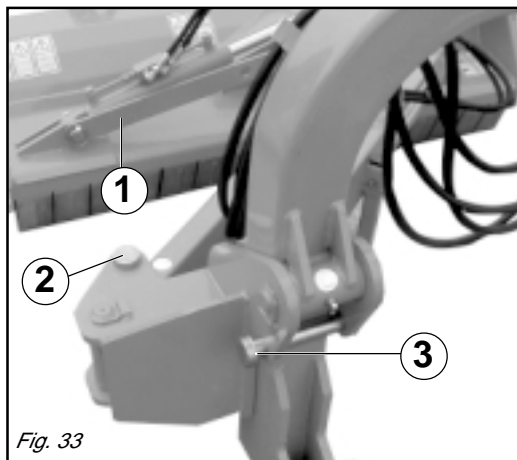

Fig. 33
- 1) Inserire l'asta di fissaggio (1 Fig. 33), i perni (2-3 Fig. 33) bloccare il tutto infilando e azionando in sicurezza i relativi spinotti a scatto.
- 1) *Insert the fixing rod (1 Fig. 33) and pins (2-3 Fig. 33), then lock everything in place by inserting and safely activating the relative snap-pins.*
- 1) Die Befestigungsstange (1 Abb. 33) und die Bolzen (2-3 Abb. 33) einstecken, alles blockieren, indem man sie einsteckt und die dazugehörigen Sicherungssplinte einrasten lässt.
- 1) *Introduire la tige de fixation (1 Fig. 33), les axes (2-3 Fig. 33) bloquer l'ensemble en enfilant et en actionnant les goupilles de sécurité.*
- 1) Introducir la barra de fijación (1 Fig. 33), los pernos (2-3 Fig. 33) bloquear todo conectando y accionando en modo seguro los respectivos pasadores (con enganche de disparo).